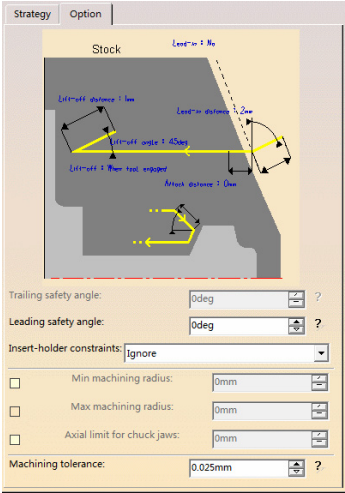

图 7-85 “Option” 选项卡 (2)
- 单击“Option”选项卡（2），设置切入/切出参数如图 7-85 所示。